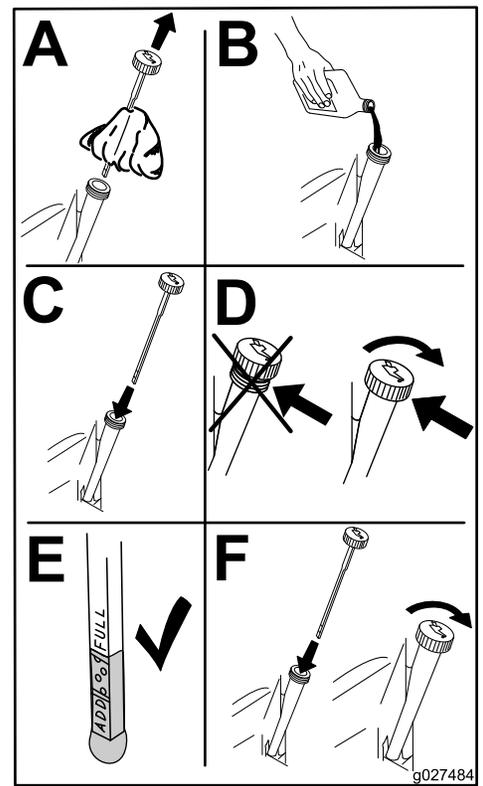

Figure 33
6. Versez lentement environ 80 % de l'huile spécifiée dans le tube de remplissage, puis faites l'appoint lentement jusqu'à ce que le niveau atteigne le repère maximum (Full) (Figure 33).